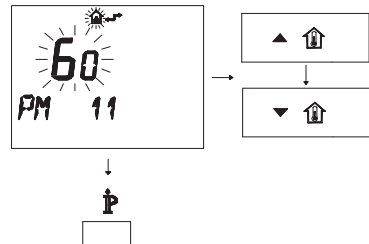

Fig. 5.58
- Per modificare il SET programmato agire sui pulsanti  $\blacktriangle \uparrow$  o  $\blacktriangledown \uparrow$  e aspettare che il numero programmato cominci a lampeggiare (Fig. 5.58). Ogni passo incrementato o decrementato corrisponde a 1 secondi.